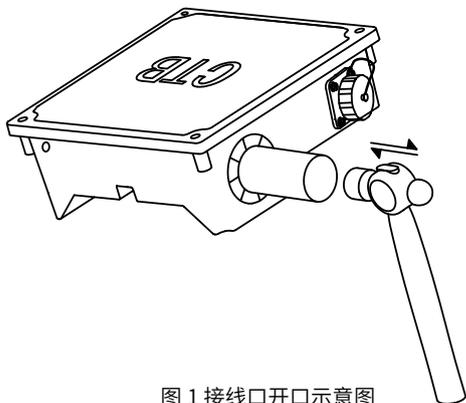

图 1 接线口开口示意图
3.1.1 接线盒两侧均预留进线口，客户可根据实际安装情况选择进线方向，进出线孔处，需敲去封口，敲击进线孔封口时，需要垫硬质圆棒，圆棒直径不可超过进线口直径，如图 1；